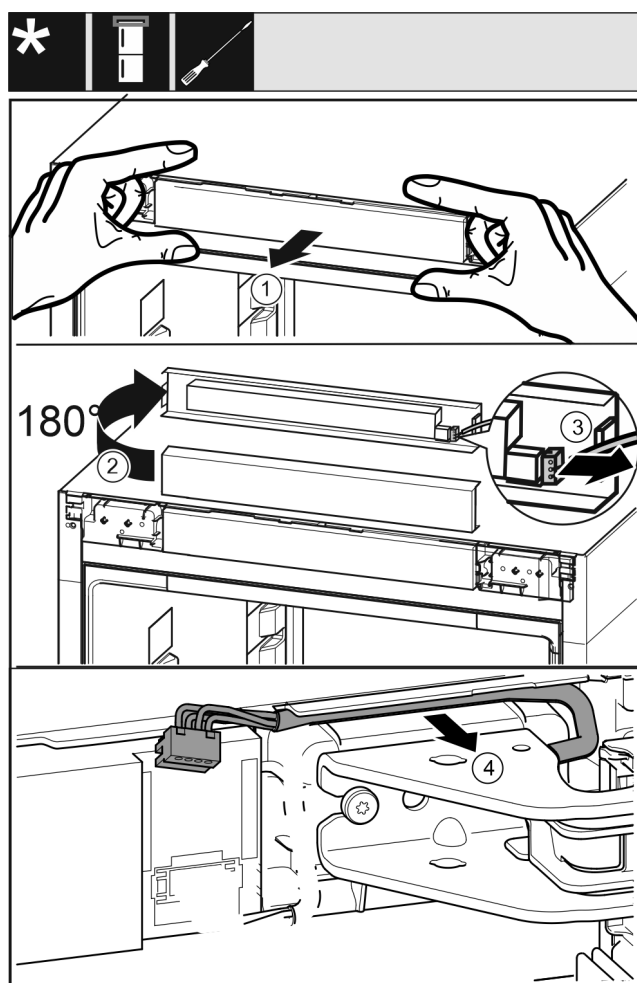

Fig. 19
- Soltar cuidadosamente hacia delante el panel de mando del aparato. Fig. 19 (1)
- Girar el panel de mando 180° hacia arriba. Fig. 19 (2)
- Presionar hacia atrás la lengüeta de retención y extraer cuidadosamente el conector. Fig. 19 (3)
- Soltar cuidadosamente el cable de la guía por encima del soporte de apoyo. Fig. 19 (4)